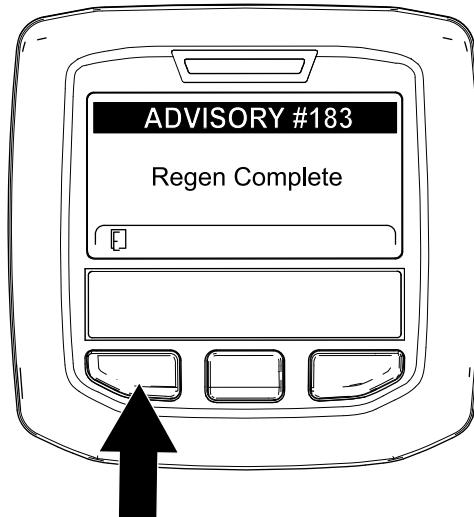

Figura 71
9. Cuando el ordenador del motor finaliza una regeneración con la máquina aparcada o una regeneración de recuperación, el InfoCenter muestra ADVISORY #183 (Aviso n.º 183) (Figura 71). Pulse el botón de la izquierda para salir a la pantalla de inicio.
Nota: Si la regeneración no se realiza correctamente, el InfoCenter muestra Advisory #184 (Aviso n.º 184) (Figura 71). Pulse el botón de la izquierda para salir a la pantalla de inicio.